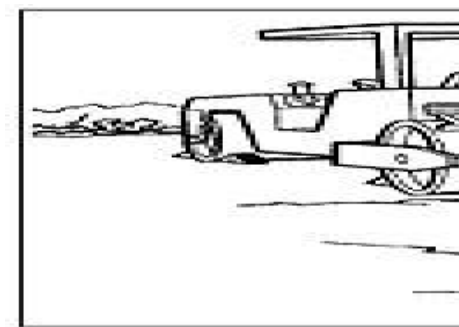

Рис. 1-7
1.3.5.2 Проверить рабочую зону на наличие трещин или ям, которые могут повредить машину (рис. 1-7).